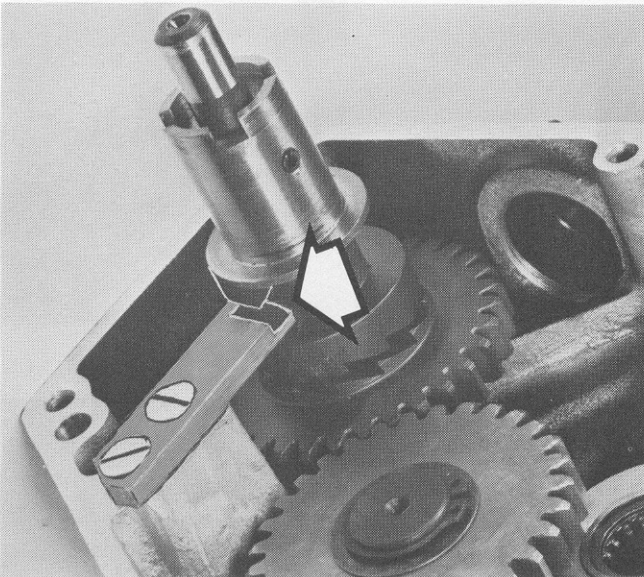

Bild 27-14 Inställning av medbringarhjul
6. Vrid medbringarhjulet till det läge där segmentets skarpa kurva är i höjd med stopplackens kant. (Bild 27-14.)